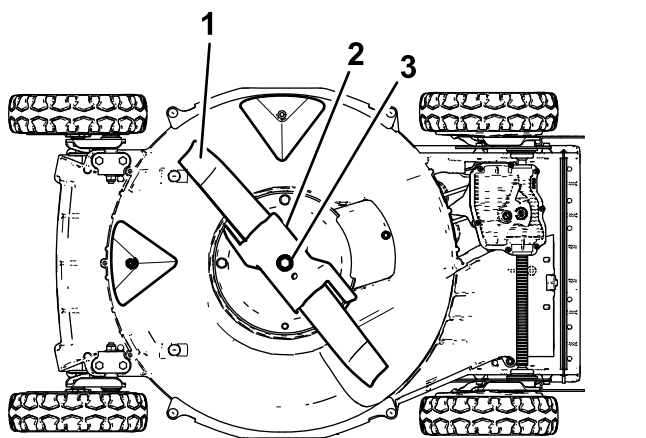

Figura 23
3. Amplasați mâna pe o parte, așa cum este ilustrat în Figura 23.